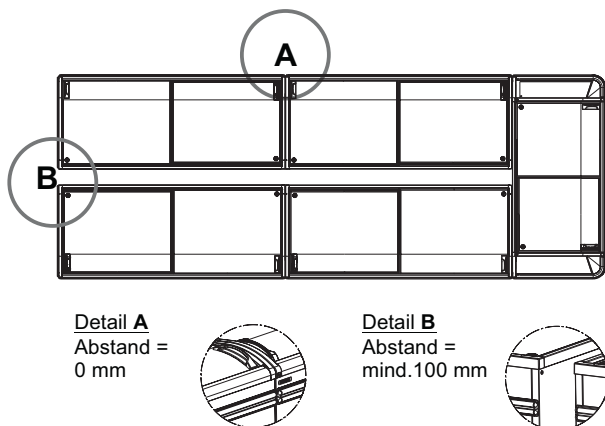

Abb. 1: Geräteabstand (modellserienabhängig) bei Blockaufstellung
- Bei Blockaufstellung achten Sie auf die Mindestabstände lt. **Abb.1!**